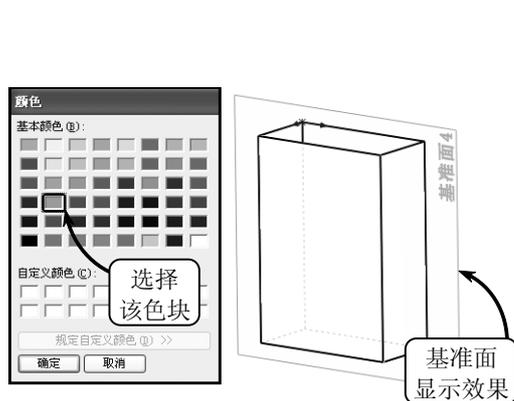

图 3-38 设定基准面正面颜色
- ◆ **正面颜色** 单击该按钮，可以在打开的【颜色】对话框中设定基准面的正面颜色，如图 3-38 所示。